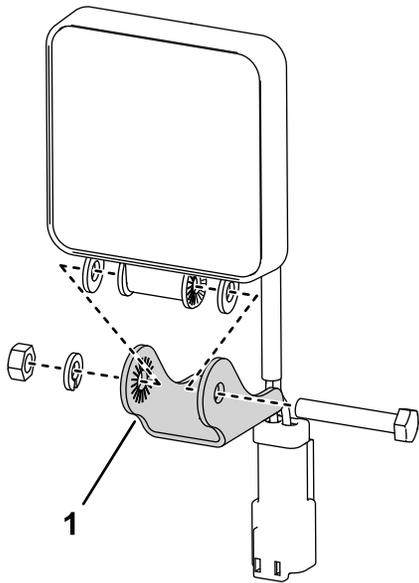

Figura 2
4. Remova os pequenos suportes de montagem das luzes de trabalho (Figura 2).